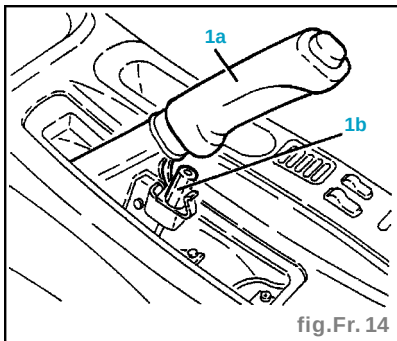

fig. Fr. 14
- Resserrer l'écrou de réglage (**1b**) sur le levier du frein à main (**1a**) jusqu'à ce que les roues arrière soient freinées (fig. Fr. 14).